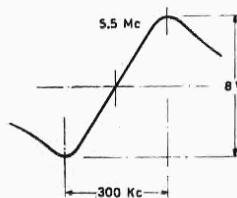

Fig. 28 - Fac-simile della curva di rivelazione del discriminatore a rapporto della sezione suono.
- collegare l'entrata verticale dell'oscilloscopio al terminale TP2; regolare la vite inferiore (primario) del trasformatore rivelatore N. 7659 fino ad ottenere la massima uscita (corrispondente alla massima pendenza della parte rettilinea della curva di rivelazione, vedi fig. 28);